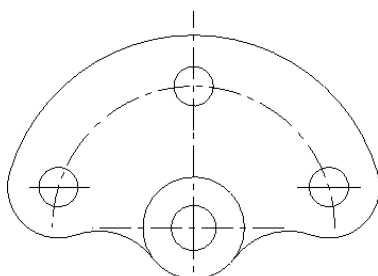

图 3-88 三点绘制圆
- 06 在选择完圆弧的三个点后, 单击“确定”按钮, 即可完成圆的绘制, 结果如图 3-88 所示。